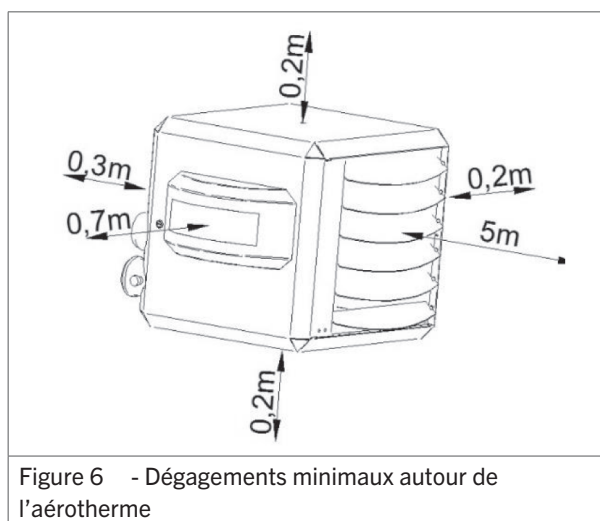

Figure 6 - Dégagements minimaux autour de l'aérotherme
- Respecter un espace libre suffisant entre l'aérotherme et toute obstruction. Cette contrainte s'applique pour des raisons de sécurité et pour faciliter l'accès lors des opérations de maintenance et des réparations (figure 6).